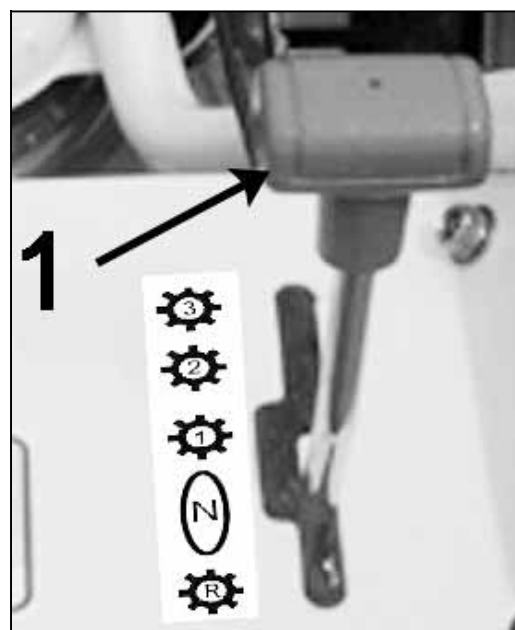

Figure 3
Il permet de sélectionner la vitesse d'avancement (figure 3 repère 1). La position (N) correspond au point mort.